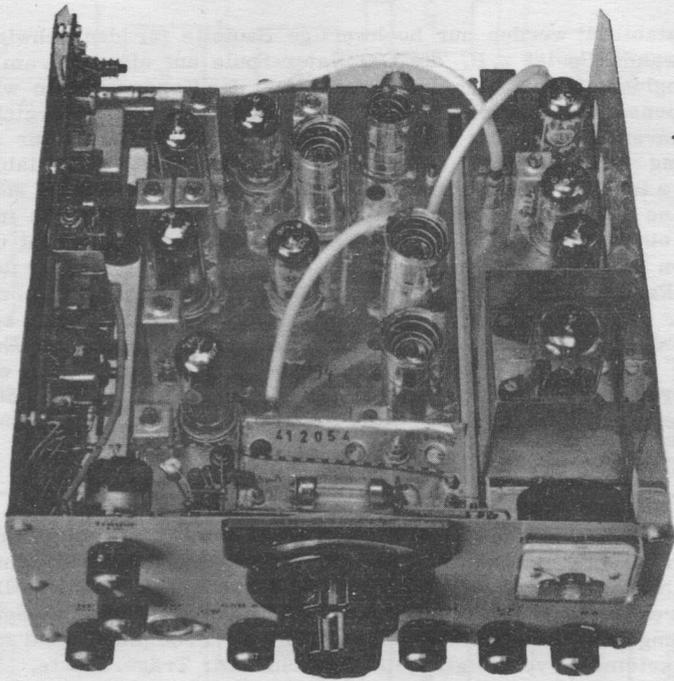

Abb. 2
2. Mechanische Ausführung (Abb. 2 und 3)